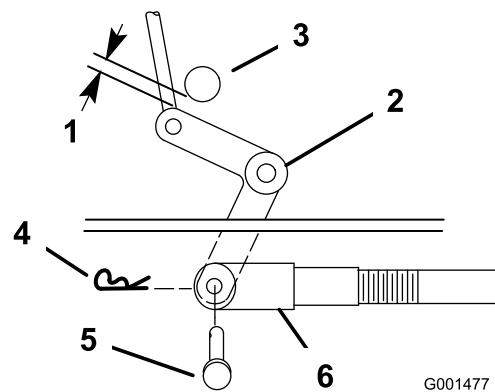
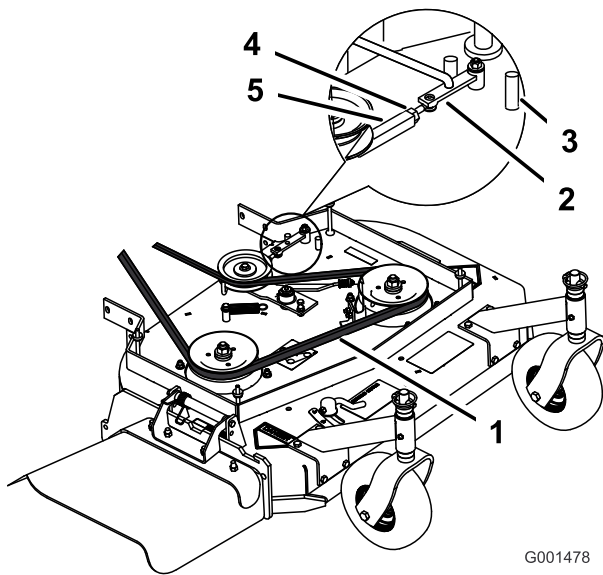
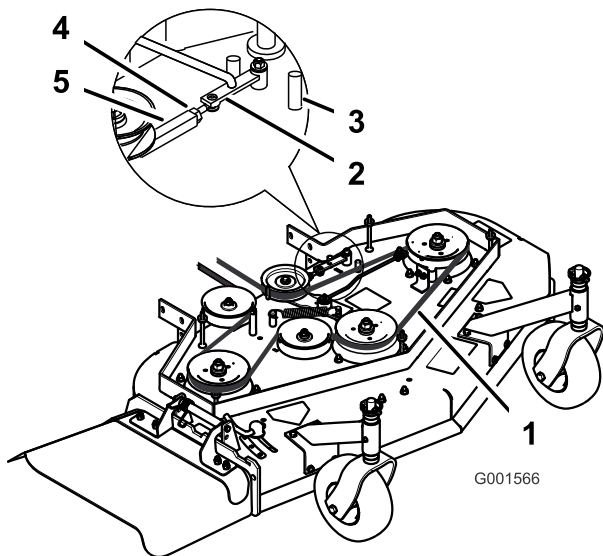

Figura 48
Figura 49
Figura 50
9. Compruebe la distancia entre la palanca acodada y el eje de salida de la transmisión (Figura 48).
11. Gire la horquilla en el sentido de las agujas del reloj para aumentar la distancia; gírela en el sentido contrario para reducirla (Figura 48).
Nota: Si el brazo no entra en contacto con el tope delantero de la carcasa del cortacésped (Figura 49 o Figura 50), ajuste la horquilla para acercar la palanca acodada al eje de salida de la transmisión (Figura 48).